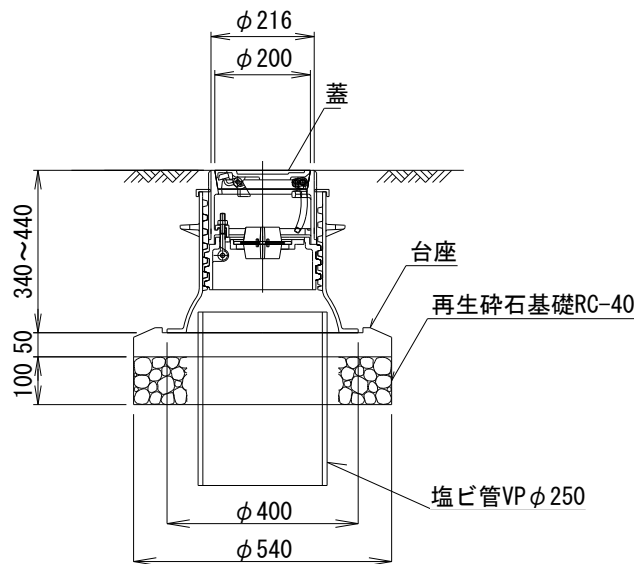

図 3.7.3 仕切弁筐の設置標準図
- ① 図 3.7.3に示すとおり、弁筐の下部には碎石基礎により台座を設置すること。
- ② 設置にあたっては、仕切弁の弁棒が筐の中心位置にあるようにすること。
- ③ 設置高さは、埋没を防ぐため、地面より若干（約 1 cm 位）高めにし、通行の妨害にならない程度にしておくこと。ただし、道路内に設置する場合は、路面と同一高さにすること。
- ④ 筐の周囲は、沈下等が生じないように土砂等で十分つき固めること。